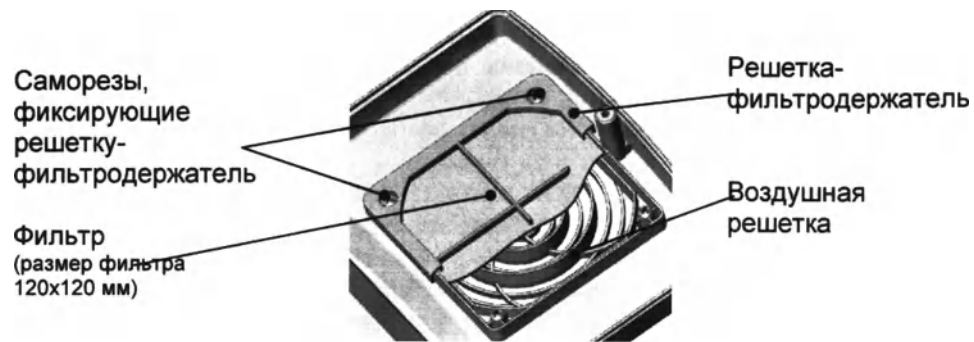

Рис.4
- Установить новый фильтр на воздушную решетку с внутренней стороны корпуса. (рис.4).
- Установить решетку-фильтродержатель, зафиксировав ее четырьмя саморезами (рис.4).